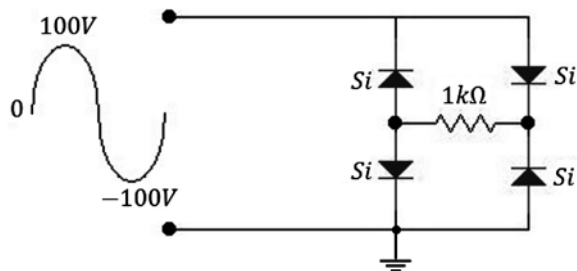

Figura 3.58 Ejercicio de aplicación. Fuente: Elaboración propia
g) En el circuito de la figura 3.58, se pide hallar el voltaje de corriente continua sobre la resistencia de $1k\Omega$.